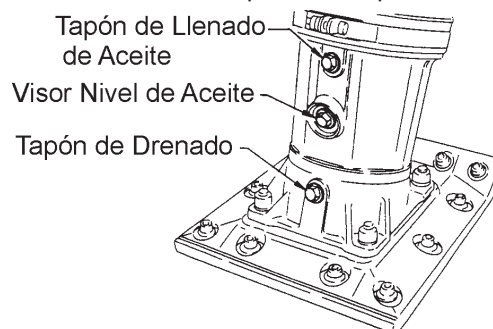

Figura 13. Tapón Drenado Caja de Aceite
- Drene el depósito en la caja de la zapata (Figura 13) . Rellene con aproximadamente 1.7 pt (800cc) de aceite de motor 10W-30. El aceite deberá estar a la mitad del visor. El aceite inicial deberá ser cambiado después de las primeras 50 horas